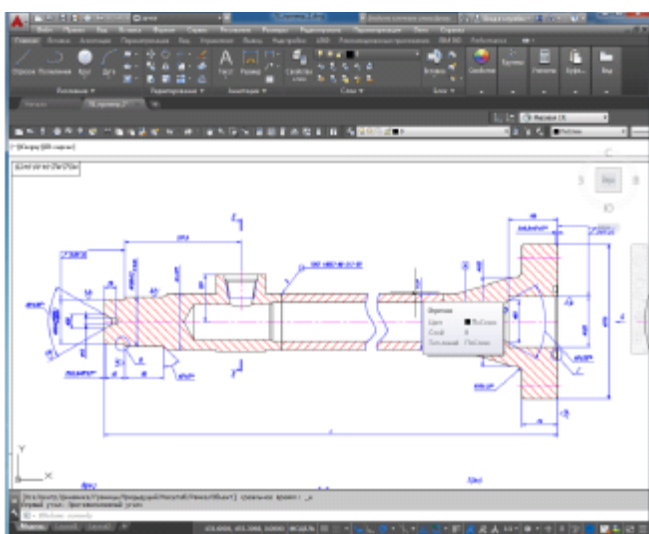

Рис.6.
13. С помощью команд ПАНОРАМИРОВАНИЕ и ЗУМИРОВАНИЕ настройте изображение на экране аналогично рис.6.